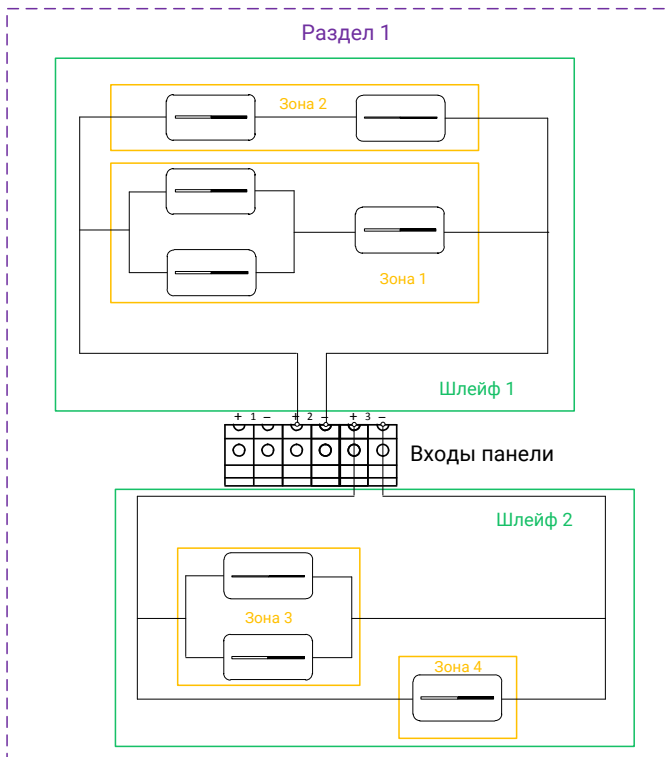

Рисунок 4. Пример формирования зон, шлейфов и разделов
- **Шлейф** - линия связи (провод), при помощи которой датчики подключаются к охранной панели. Шлейф может содержать одну и более зон (см. рис. 4).